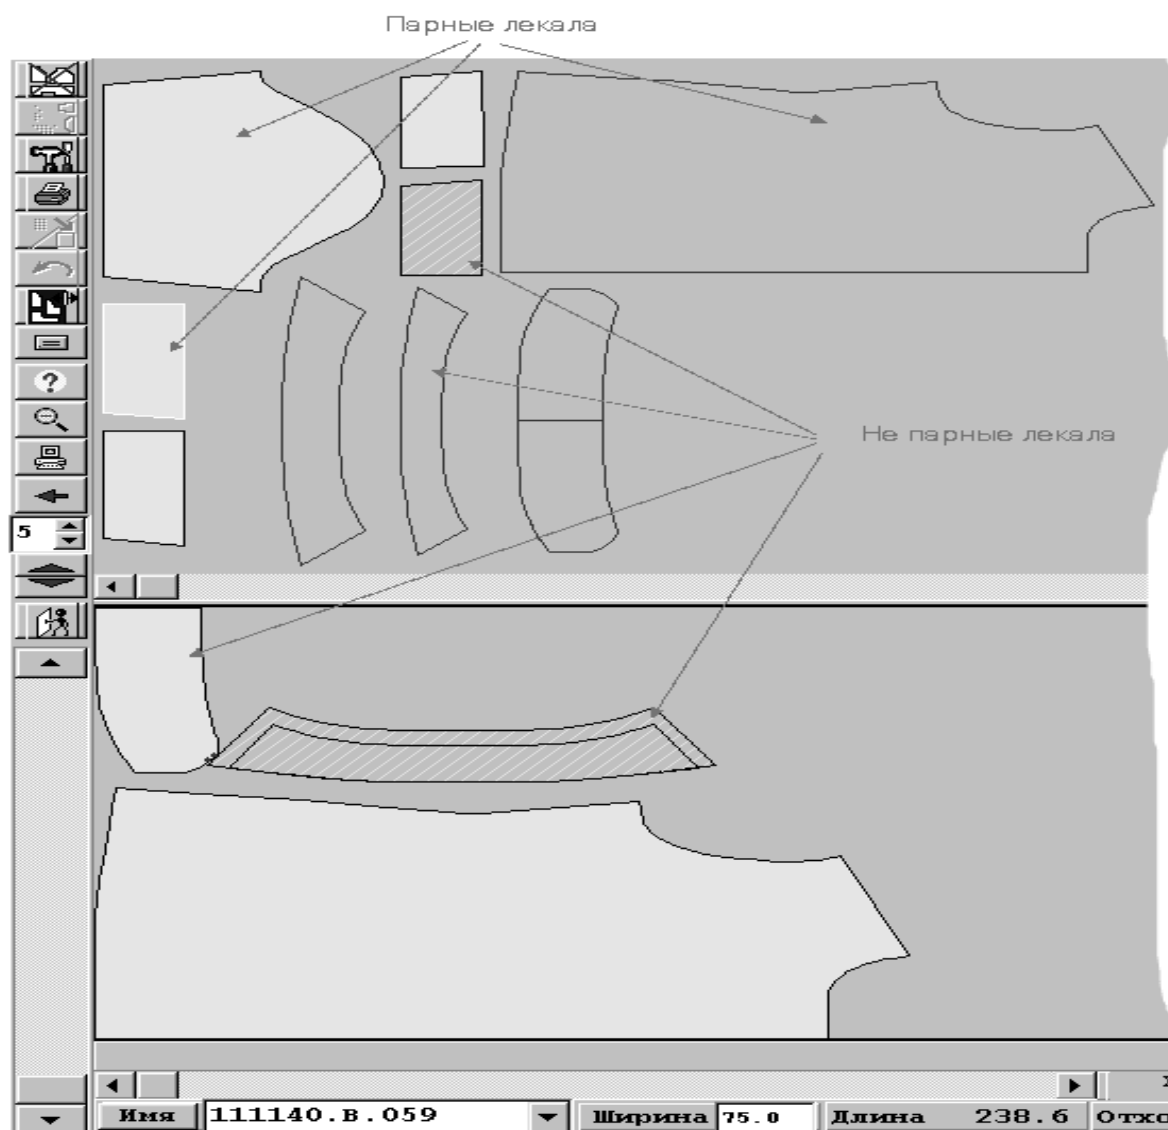

Рис. 3.33. Раскладка для настила ткани «В сгиб»
- б) на панели лекал парные лекала представлены одной деталью, непарные - выделены заштрихованными серыми полосами (рис.3.33).